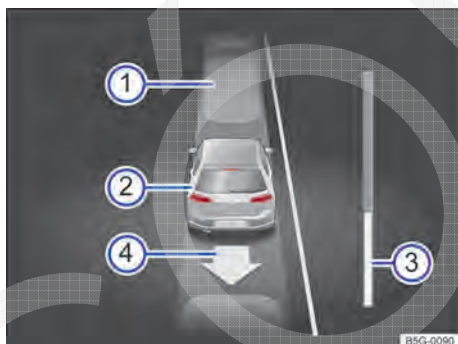

Fig. 158 No display do instrumento combinado: sair da vaga de estacionamento ao longo da pista.
Legenda para Fig. 158:
6.	Conduzir em marcha a ré até o sinal de alerta contínuo do Park Pilot, OU: até que apareça a solicitação para conduzir para frente no display do instrumento combinado. A barra de evolução → Fig. 158  serve como exibição para a distancia a ser percorrida → Página 219.